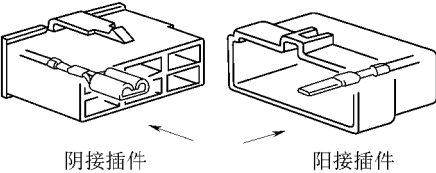

图 18-48 阴阳接插件的区别
(1) 阴阳接插件的区别。阴阳接插件的区别是由其内部插脚的形状来区分的。一般插入的为阳接插件，被插入的为阴接插件。如图 18-48 所示。
(2) 阴阳接插件号码的认别。